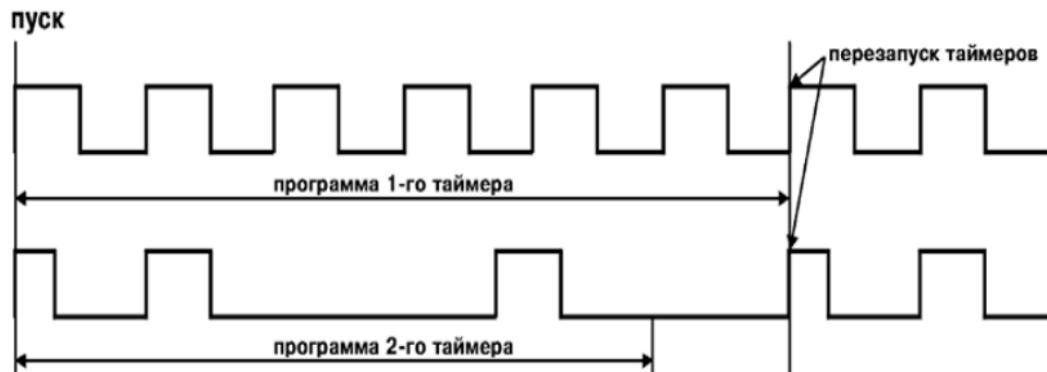

Рисунок 3.16
3.1.7.3 При «rEST» = 2 оба таймера перезапускаются после окончания выполнения программы первого таймера (рисунок 3.16).